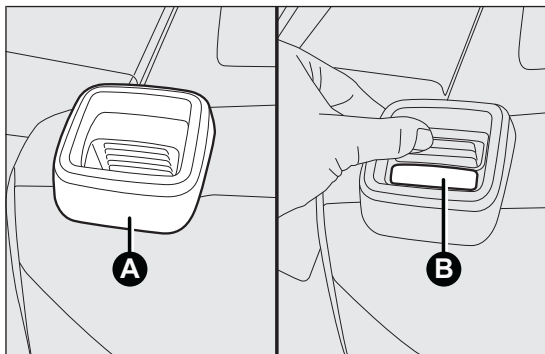

fig. 72
- ☐ *para versiones con asiento trasero entero*: levantar la palanca A fig. 72 de retención del respaldo y abatirlo hacia adelante, para obtener un compartimento de carga uniforme. El levantamiento de la palanca se confirma con una "banda roja" B fig. 72;